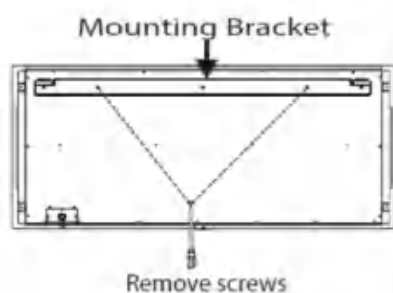

Abbildung 1
- Legen Sie das Gerät mit der Vorderseite nach unten auf eine weiche, nicht scheuernde Oberfläche. Entfernen Sie die Halterung auf der Rückseite des Geräts, indem Sie die Schrauben entfernen. (Abbildung 1)